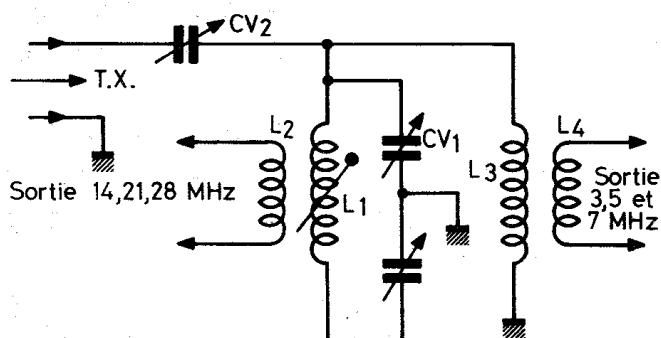

Fig. 12 – Le « Z match »
- le « **Z match** » (fig. 12)
« Si ce coupleur a parfois été proposé pour attaquer une antenne à ligne symétrique , Lévy ou Zéppelin, c'est dans une très mauvaise compréhension de fonctionnement réel de ces deux aériens, lesquels requièrent absolument un accord (série ou parallèle) au bas de la ligne. Dans le cas du schéma de la Fig. 12, aucuns de ces modes d'accord n'a été prévus aux bobines L2 ou L4, malgré que cela « semble fonctionner ».
Le coupleur décrit, grâce à ses possibilités d'accord parallèle ou série, peut s'adapter à tous les cas de figure de l'antenne Lévy à condition de connecter l'antenne par l'intermédiaire d'un transformateur symétriseur à large bande (figure 12).